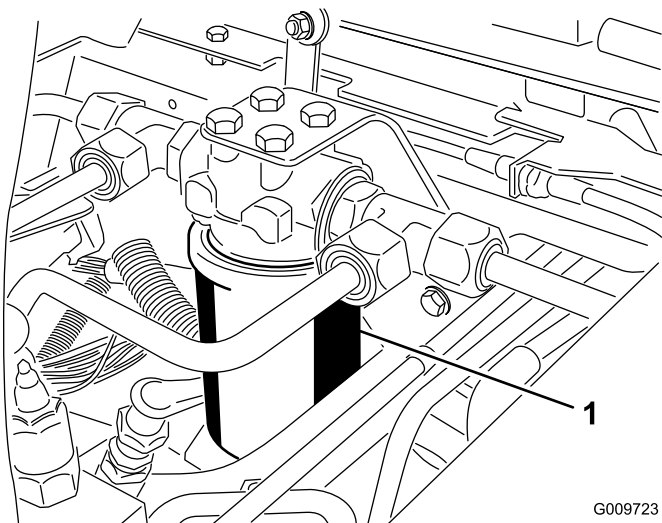
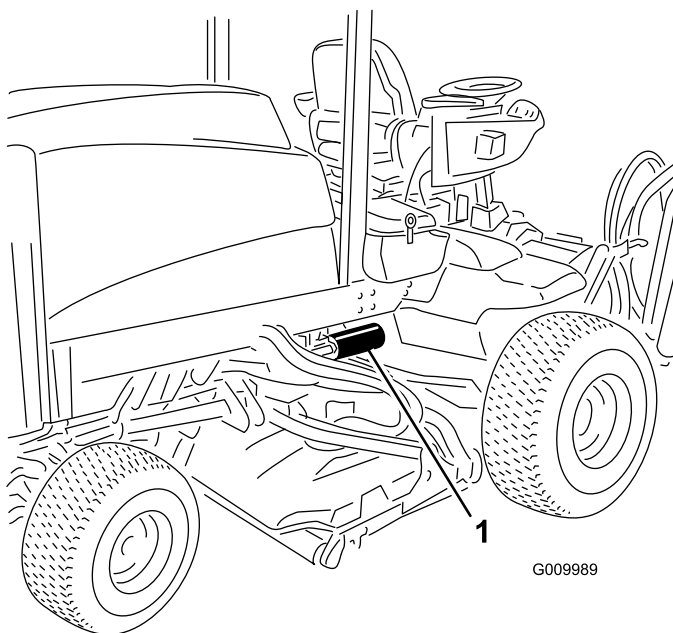

Figura 60
Figura 61
3. Coloque un recipiente debajo del filtro y retire el filtro (**Figura 60** y **Figura 61**).